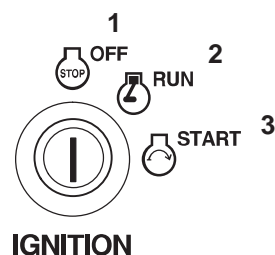

Figure 13
5. Tournez la clé de contact en position de démarrage. Relâchez-la quand le moteur démarre (Fig. 13).
4. Tournez la clé de contact à la position contact coupé et retirez-la (Fig. 13).